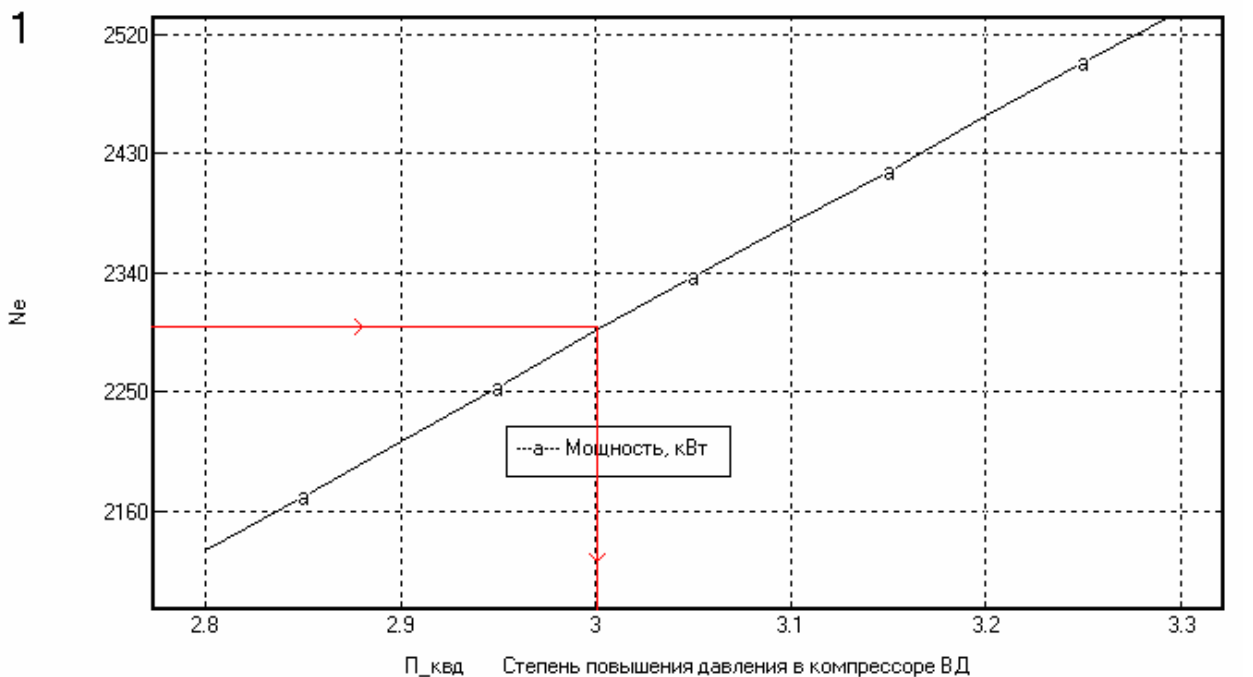

Рис. 1. Отображение результатов сканирования в виде графика зависимости параметров тепловозного дизеля Д49 от степени повышения давления в компрессоре.
4. Методом одномерного сканирования определите требуемую для обеспечения заданной мощности степень повышения давления воздуха в компрессоре. Для этого с помощью 1D сканирования рассчитайте и постройте зависимость мощности N_e [кВт] (рис. 1.) от степени повышения давления в компрессоре.
Отметьте на диаграмме линиями требуемую мощность (например 2300 кВт) и необходимую степень повышения давления в компрессоре (в данном случае $\pi_k=3$, красные линии на рис. 1.).